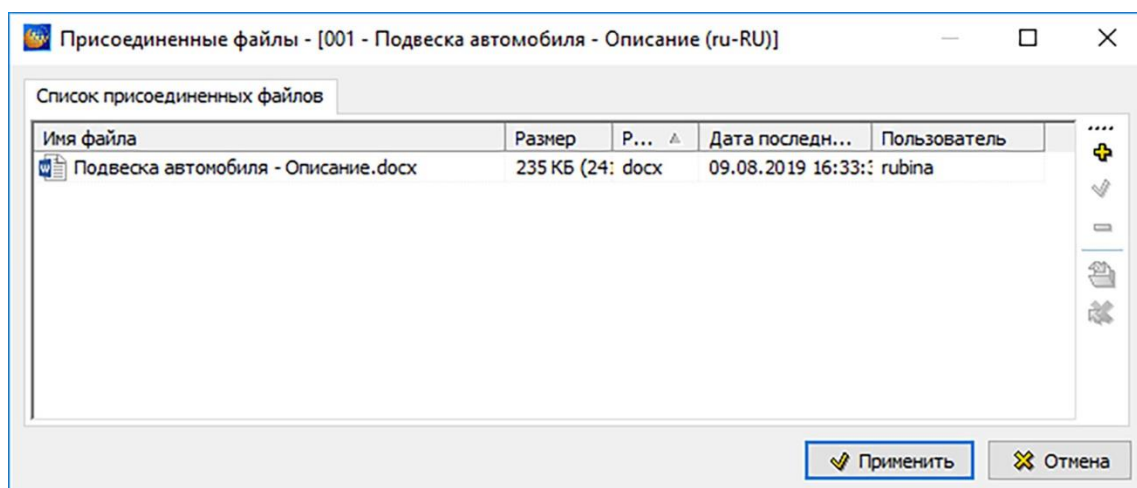

Рисунок 184
3) Нажмите кнопку **Добавить** . В окне **Выберите присоединяемый файл** выберите файл и нажмите на кнопку **Открыть**. После этого название выбранного файла появится в окне **Присоединенные файлы** (рисунок 184).